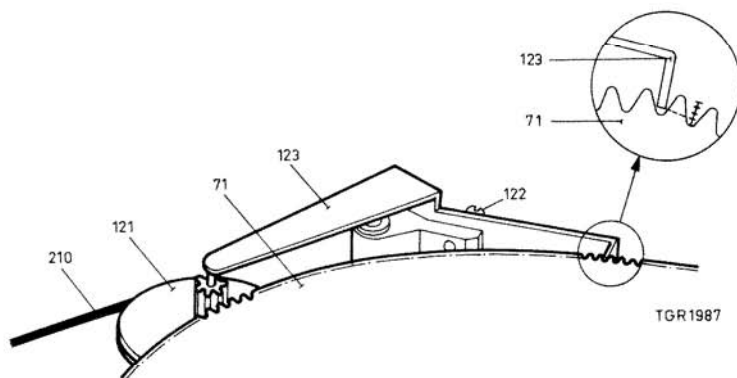

Fig. 20
Instelling van de sperhaak pos.123, zie fig.20